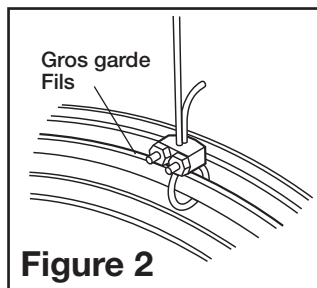

Figure 2
- Bouclez un bout du câble autour des fils à gros diamètre des gardes avant et arrière du circulateur (Figure 2).
- Fixez un crochet pour câble avec le « U » du bout de la boucle en laissant dépasser d'environ 2,5 (1 po) à 5 cm (2 po). Serrez les écrous du crochet pour câble. Assurez-vous qu'aucune partie du câble n'interfère avec l'hélice (Figure 2).